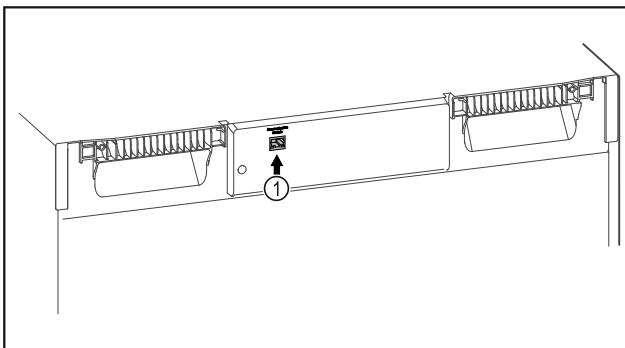

Fig. 124
- SmartModule Fig. 124 (1) ist eingesetzt.